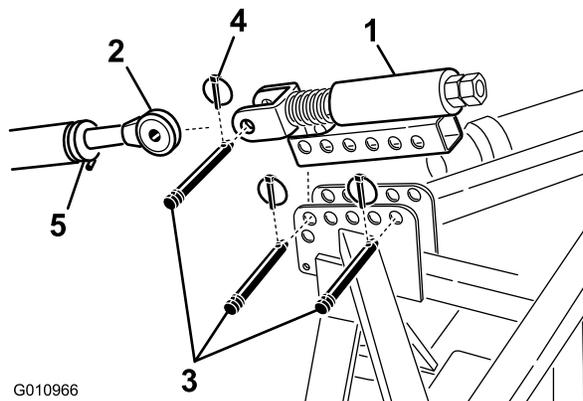

図 7
1. リンク・ピンとリンチ・ピン 2本ずつをつかって、スプリング付き上リンクをエアレータのブラケットに取り付ける(図 7)。
2. トラクタの上リンクのロックナットをゆるめる。上リンクを調節して、上リンクと、エアレータのスプリング付き上リンクのクレビスとを整列させる(図 7)。
3. トラクタの上リンクを、スプリング付き上リンクのクレビスに接続し、リンク・ピンとリンチ・ピンで固定する(図 7)。
6. スプリングの長さが 13 mm になるように、上リンクを回転させてスプリングを押し縮める(図 7)。